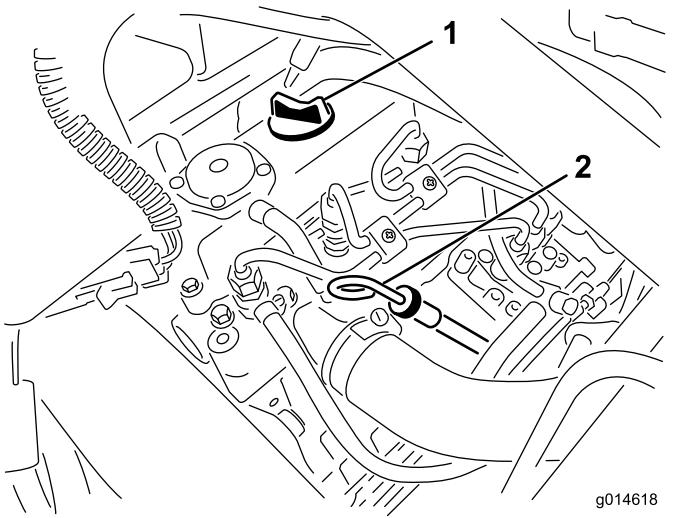

図 25
- ディップスティックを抜きウェスで一度きれいに拭く(**図 25**)。